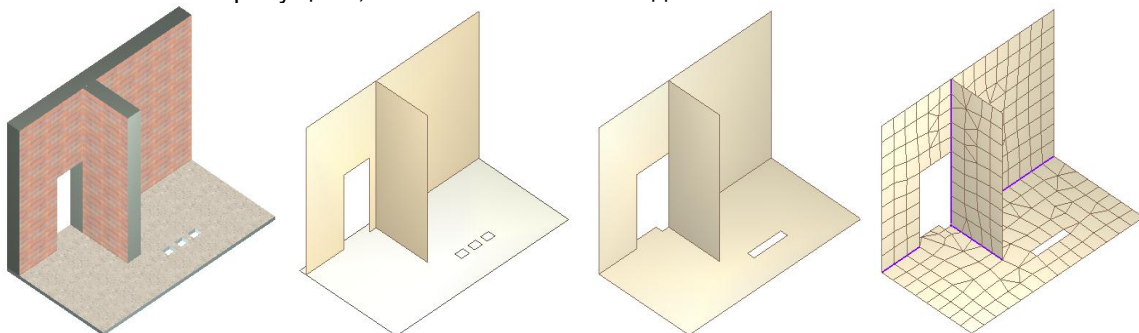

Рис. 5. Архитектурная модель → аналитическая модель → дотягивание → пересечение и создание МКЭ-сеток.
- Инструмент «дотягивание» призван убрать из конечно-элементной модели узкие перешейки, шпильки и прочую и излишнюю детализацию, которая может повредить конечно-элементной модели. Дотягивание убирает щели и консоли между непараллельными элементами. Работает команда дотягивания, продолжая пластины до непараллельных им элементов или обрезая их. Так, на рис. 5 команда дотягивания удалила консольный край плиты, расширила дверной проем до угла, заменила ряд мелких отверстий одним большим. Дотягивание не является обязательной операцией и может быть пропущено, если в нем нет необходимости.